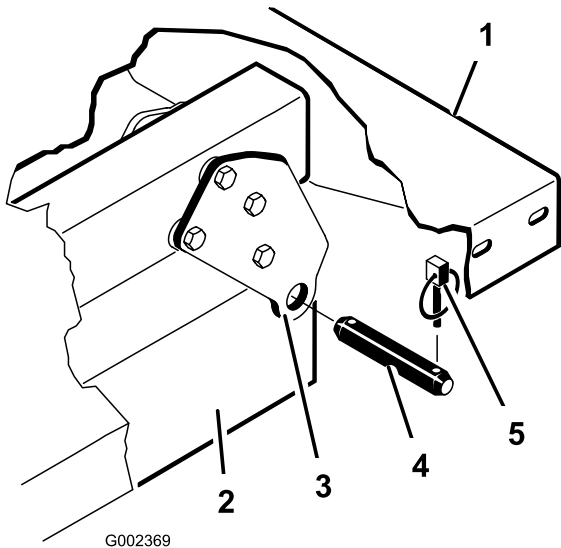

Figura 4
- Retire os pinos de sujeição e os passadores de forquilha que prendem os apoios articulados da plataforma nos canais da estrutura da máquina (Figura 4).